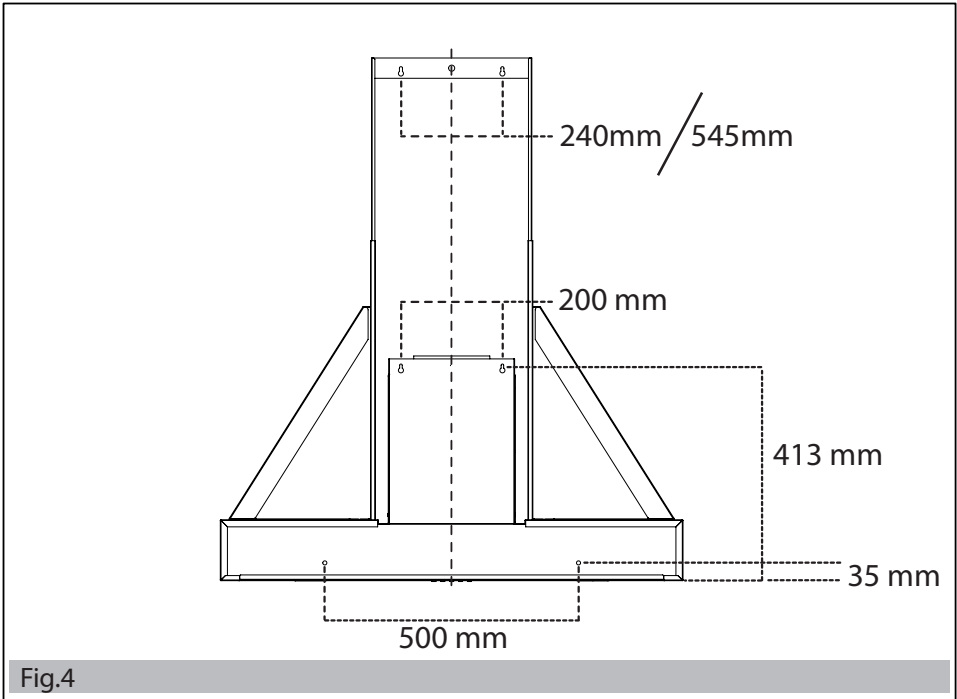

Fig.4
3. Eseguire i fori sulla parete secondo lo schema della dima (vedi Fig. 4).